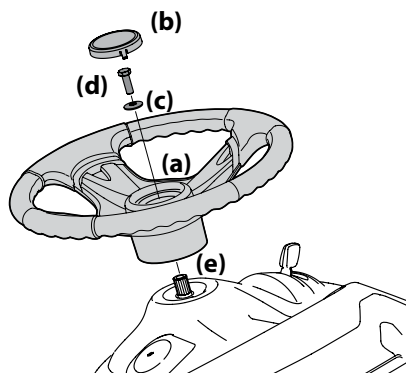

Figura 2-22
3. Coloque a arruela cônica (c) - o lado concavo para baixo - na coluna de direção (a) e fixe-a com o parafuso sextavado (d). Veja Figura 2-22.